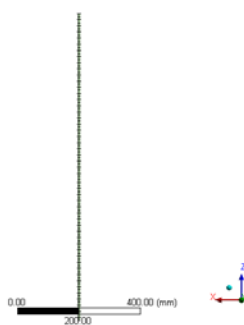

图 9-7 网格模型
3) 在 Outline 树结构图中的“Mesh”选项上右击, 在弹出的快捷菜单中选择“Generate Mesh”, 最终的网格模型如图 9-7 所示。